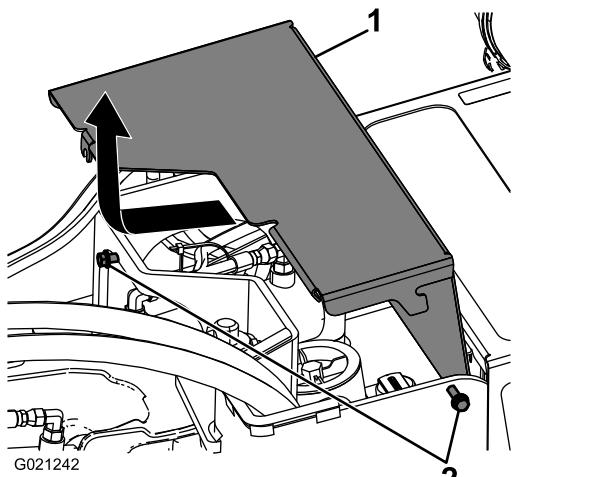

図 24
3. 前カバーを機体に固定しているボルト 2 本をゆるめる図 24。
4. カバーを前方に少しずらし、そこから持ち上げて機体から取り外す 図 24。
5. 前カバーを取り付ける時はセットし、先ほど取り外したボルト 2 本で機体に固定する (図 24)。